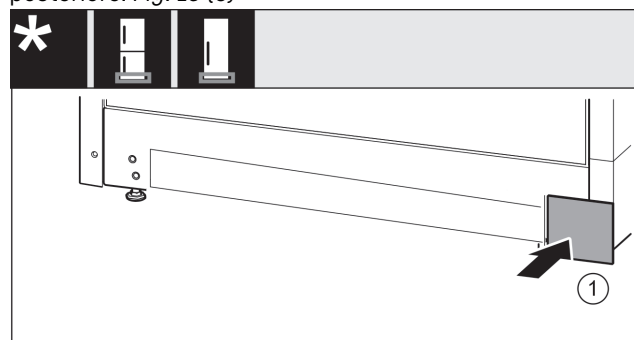

Fig. 17
- Poggiare nuovamente la copertura sull'altro lato. Fig. 17 (1)